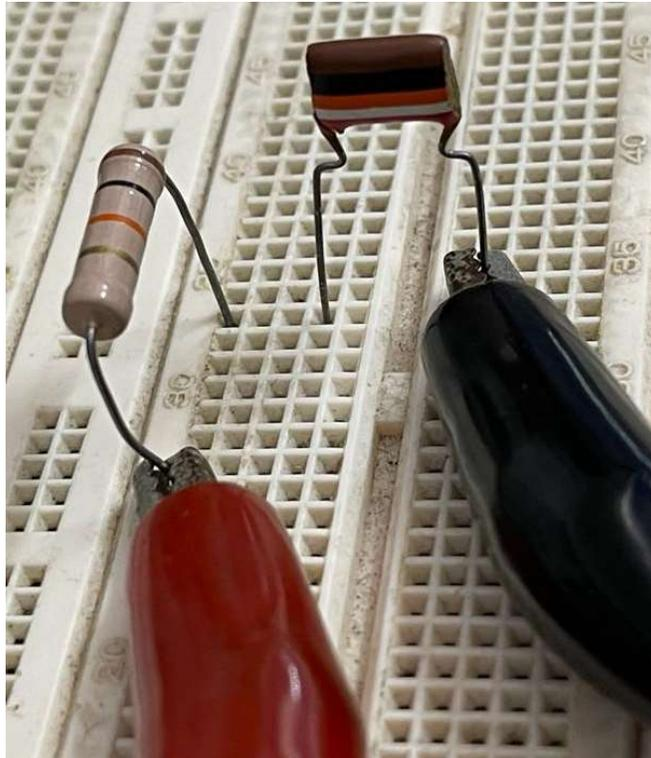

Figura 30 Circuito Protoboard (Fuente: Propia)
1. La pantalla es donde nos arroja los datos o señal para ser utilizado (Ver Figura 30).
2. Los botones blancos son utilizados para interactuar con el dispositivo y programas las funciones así sea necesario (Ver Figura 30).